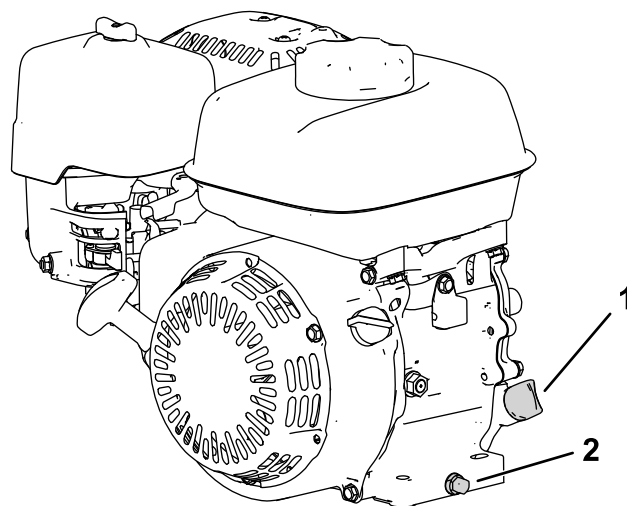

Рисунок 25
2. Установите машину так, чтобы двигатель располагался горизонтально, и очистите область вокруг маслозаливной горловины (Рисунок 25).
3. Снимите пробку сливного отверстия, шайбу и измерительный щуп (Рисунок 25).